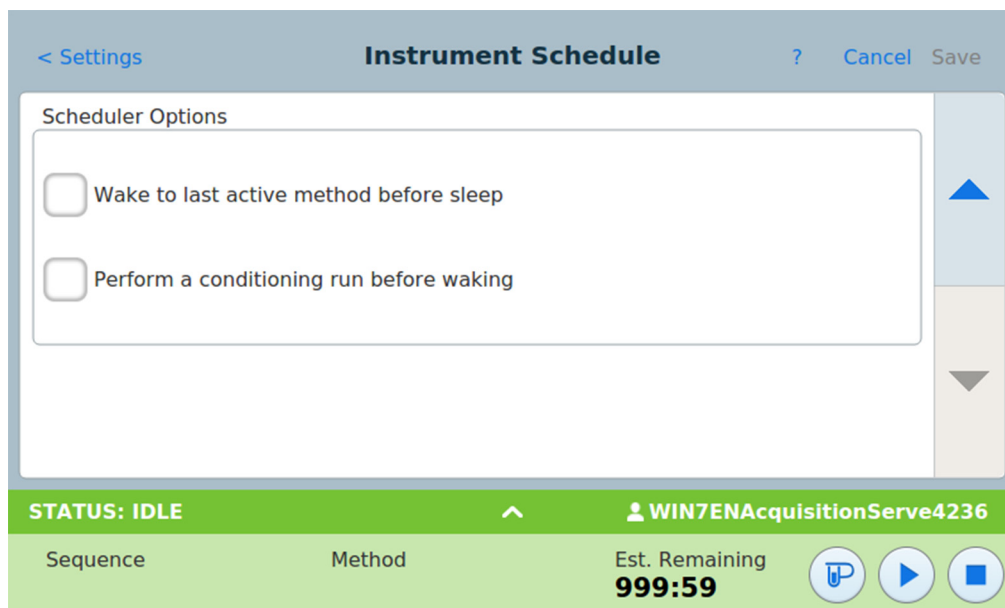

Figura 64 Area opzioni Scheduler
- 4 Scorrere all'area Scheduler Options Vedere Figura 64.